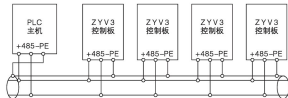
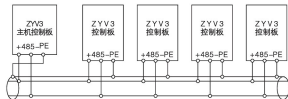

图3-13 PLC与变频器多机通信时的接线图(变频器、电机全部良好接地)
图3-14 变频器多机通信时的接线图(变频器、电机全部良好接地)
(3) 多台变频器可通过RS485连接在一起,由PLC(或上位机)作主机控制,如图3-13所示,也可以其中一台变频器作主机。其它变频器作从机,如图3-14所示。随着连接台数的增加,通讯系统容易受到干扰,建议按如下方式接线: